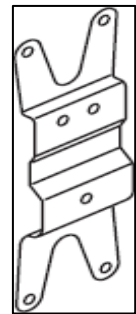

Abbildung 3
- 6.2.9 Die Montagehalterung (Abbildung 3) sollte mit mindestens 4 M6-Schrauben an der Fahrzeugkarosserie oder der Zwischenhalterung befestigt werden. Wenn die Oberfläche der Fahrzeugkarosserie flach ist, muss die verwendete Dichtung einen Durchmesser von mindestens 22 mm haben. Verwenden Sie keine selbstschneidende Schraube, um die Positionierungshalterung an der Fahrzeugkarosserie zu befestigen.